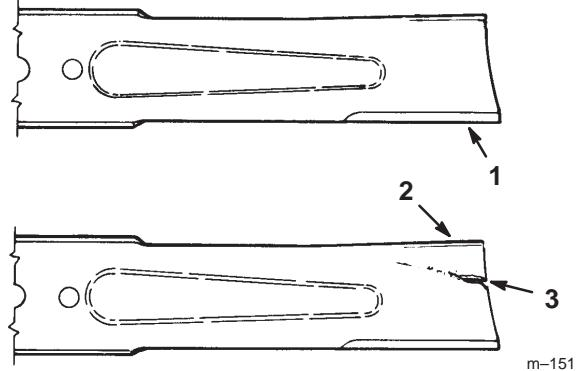

Figure 32
1. Inspectez les tranchants des lames (Fig. 32). Si les lames ne sont pas tranchantes ou si elles présentent des indentations, déposez-les et aiguisez-les (voir Aiguisage des lames, page 31).
2. Inspectez les lames, surtout la partie incurvée (Fig. 32). Remplacez immédiatement toute lame endommagée, usée ou qui présente une entaille (repère 3 de la Fig. 32).